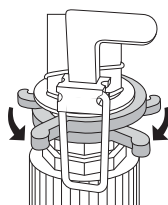

Fig. 7
- ♦ Disminuya la distancia entre los dos clips limitadores ④ para disminuir la dispersión del chorro de agua (consulte la fig. 7).